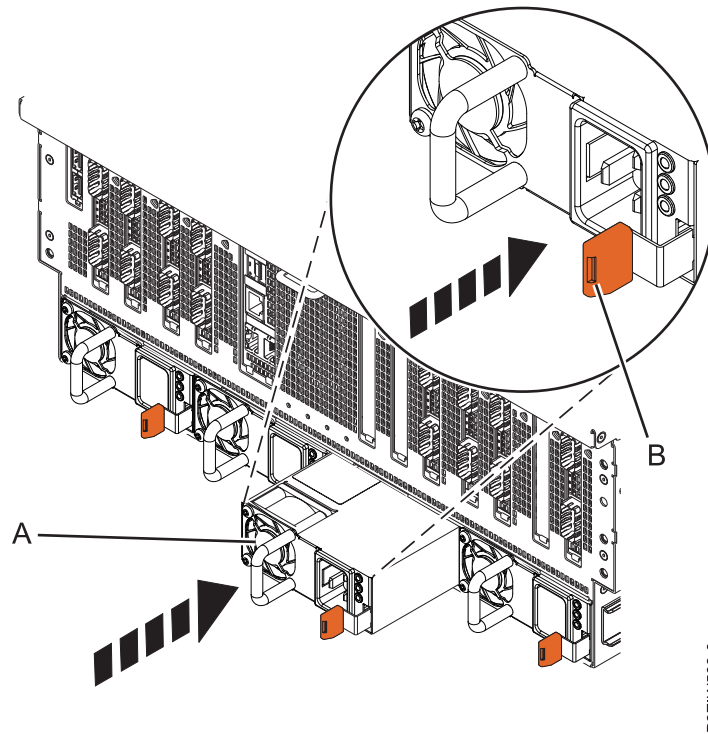

図 16. システムの電源装置の取り替え
3. 16 ページの図 16に示すように、電源装置 **(A)** をベイに位置合わせし、赤褐色のラッチ **(B)** が所定の位置にロックされるまで、電源装置をスライドさせてシステムに入れます。